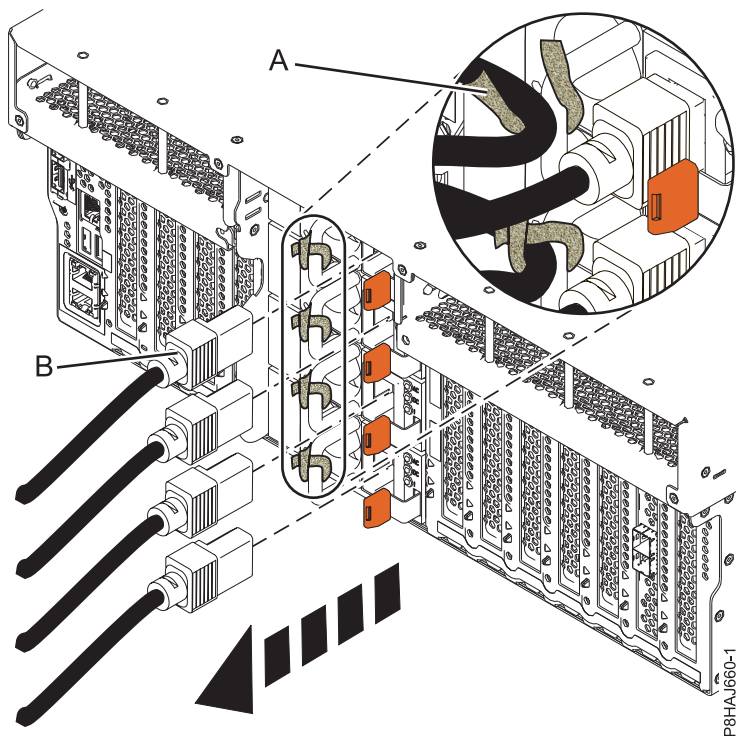
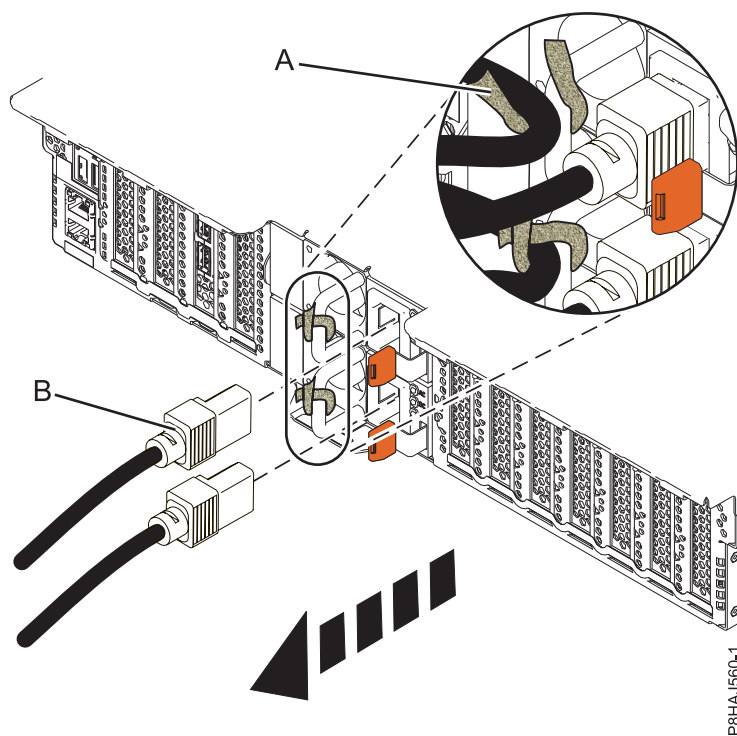
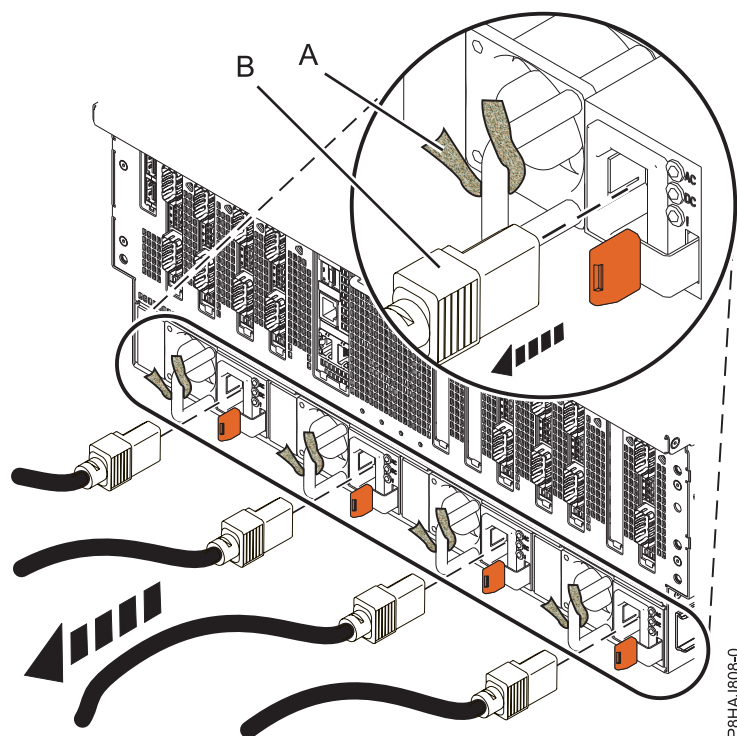

Figura 16. Remover os cabos de alimentação de um sistema 8247-42L, 8286-41A ou 8286-42A
Figura 17. Remover os cabos de alimentação de um sistema 5148-21L, 5148-22L, 8247-21L, 8247-22L, 8284-21A ou 8284-22A
Figura 18. Remover os cabos de alimentação de um sistema 8408-44E ou 8408-E8E
3. Desligue os cabos de alimentação **(B)** da unidade do sistema. Consulte Figura 16 na página 42, Figura 17 na página 43 ou Figura 18 na página 43 ou dependendo do tipo de sistema.